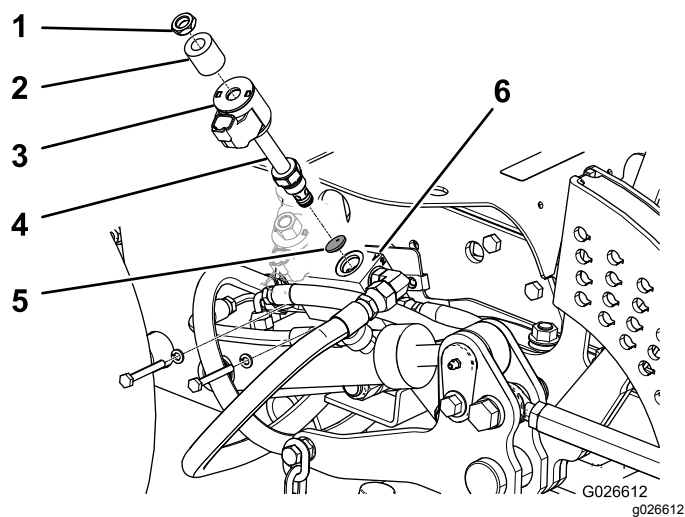

Figura 10
- E. Retire o espaçador, a bobina e a válvula solenoide do coletor da válvula de elevação (Figura 10).
F. Insira o disco de orifícios na abertura do coletor, posicionando-o de modo que a extremidade angulada fique para dentro (Figura 10).
H. Instale o conjunto da bobina/espçador na válvula de solenóide (Figura 10).
I. Prenda o conjunto de bobina/espçador à válvula com a porca (Figura 10) e aperte a 7 N·m.